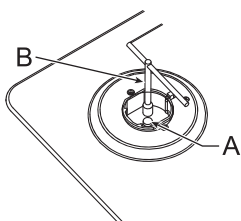

Fig. 9
2. Retire los componentes del quemador (B) y las parrillas de los quemadores (Fig. 9).
3. Retire los inyectores (A) (Fig. 9) con un dado y matraca y reemplácelos por los inyectores correspondientes.